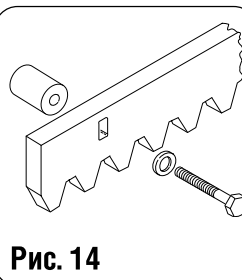

Рис. 14
4.4.2 ПРИВИНЧИВАЕМАЯ ЗУБЧАТАЯ РЕЙКА (рис. 14)
4.4.3. ПРИВИНЧИВАЕМАЯ НЕЙЛОНОВАЯ РЕЙКА (рис. 14 бис)
Рис. 14бис